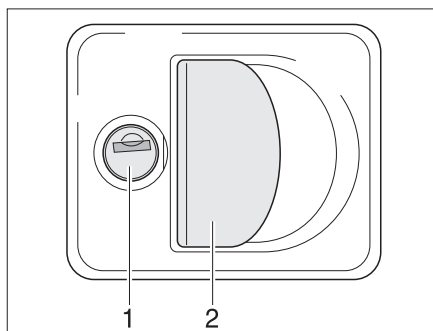

Bild 55 Lucklås med greppkåpa
- Stick in nyckeln i låscylindern (Bild 55,1) och vrid ett kvarts varv. Lucklåset är upplåst.
- Drag i låshandtaget (Bild 55,2). Den utvändiga luckan är öppen.